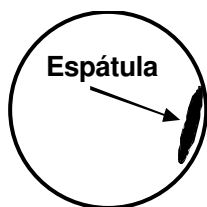

Fig. 1
- Finalizado el prebatido (unos pocos segundos), pulse el botón de velocidad rápida (liebre) y amase la mezcla presionándola con la espátula en posición casi plana por la pared interior de la taza (Fig. 1).